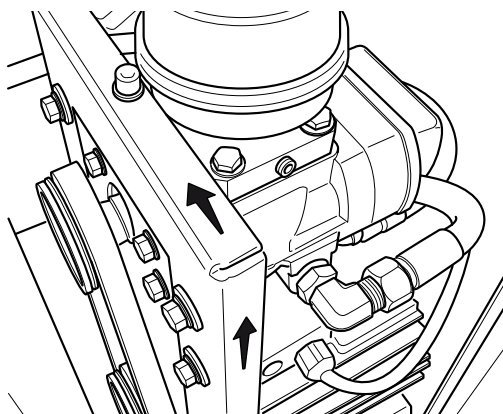

Рис. 3.2
- Перед запуском машины снять переднюю и заднюю панели, слить небольшое количество масла (150-200 гр) из маслотовоздушного ресивера через кран слива масла в чистую ёмкость и залить его в винтовой блок через впускной клапан, демонтировав воздушный фильтр или весь впускной клапан. Установить снятые детали на место, провернуть на несколько оборотов винтовой блок по направлению вращения указанному стрелкой на винтовом блоке. Включить машину, установив выключатель (2) в положение ON, и убедиться в правильном направлении вращения двигателя, которое показано стрелками на пластине винт-двигатель (рис. 3.2). В случае неверного направления вращения немедленно выключить машину путем установки выключателя (2) и настенного выключателя в положение OFF.